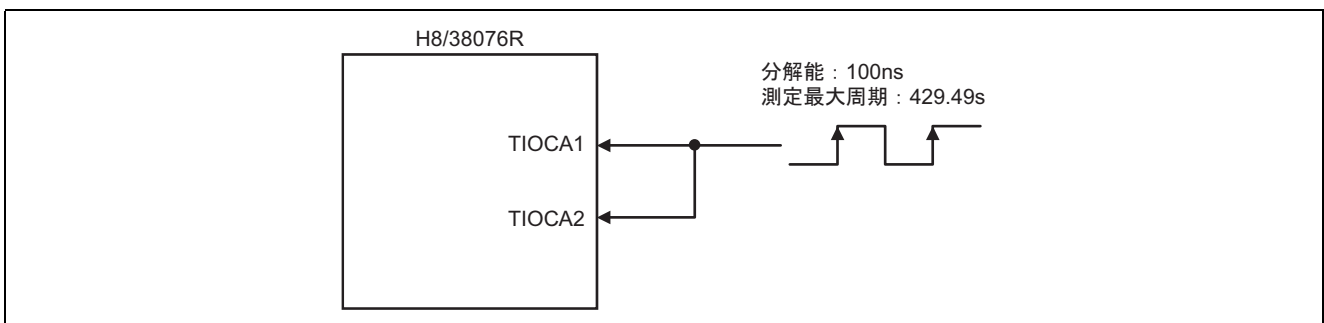

図 1 TPU カスケード接続動作機能によるパルス周期測定例
- 図 1 に TPU カスケード接続動作機能によるパルスの周期測定例を示します。